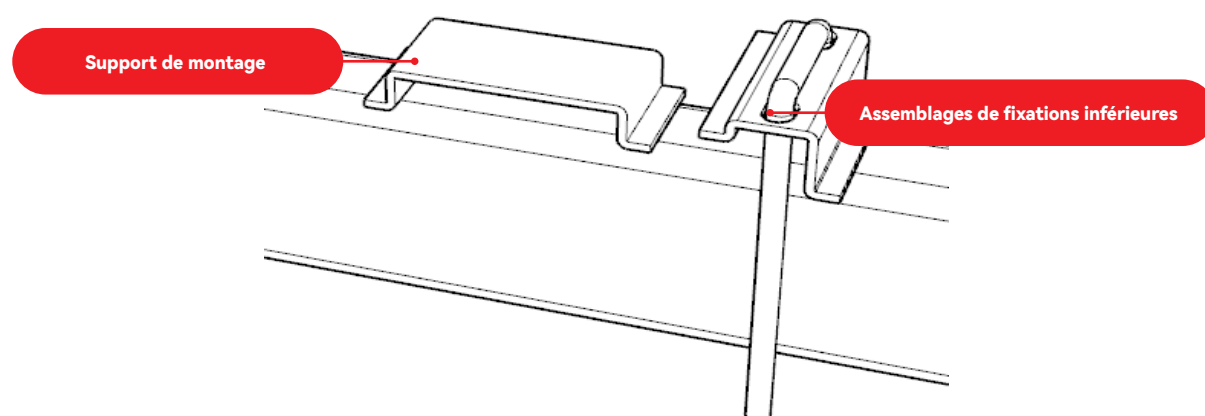

FIGURE 4.3
② Placez le support de montage et les fixations inférieures sur la première rangée de pannes (figure 4.3).